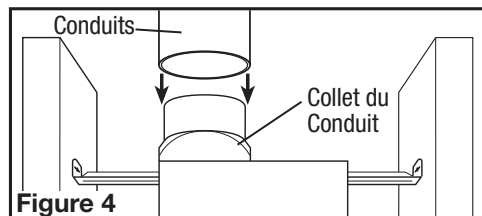

Figure 4
- Raccorder le conduit au collet de conduit du ventilateur (Figure 4). Fixer en place à l'aide de ruban ou de serre-joint. Toujours évacuer le ventilateur vers l'extérieur au travers de chapeau mural ou de toit. Il est recommandé que les raccords d'extrémité basse de restriction sont utilisés.